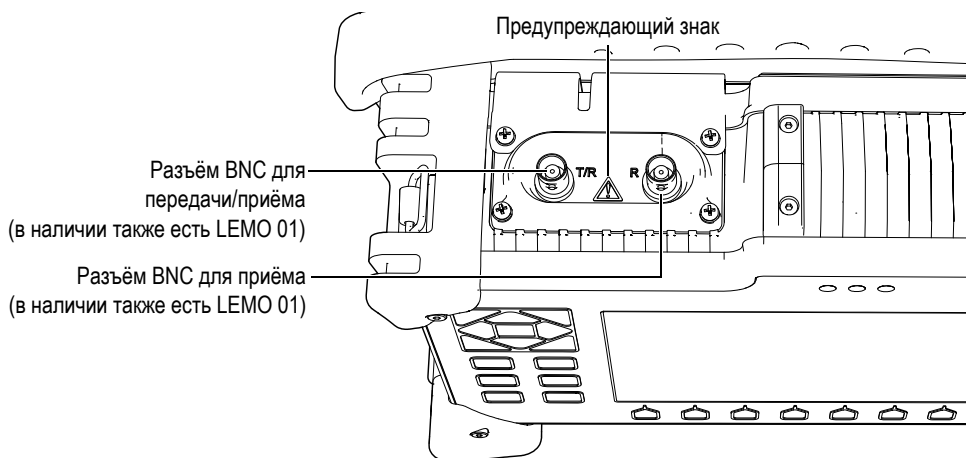

Рис. 1-7 Местоположение разъёмов для подключения традиционных УЗ-преобразователей
Разъёмы для подключения традиционных УЗ-преобразователей находятся на верхней панели прибора слева. Они легко доступны со стороны передней панели прибора (см. Рис. 1-7 на стр. 28).
Не дотрагивайтесь до внутреннего контакта разъёмов BNC (или LEMO®) во избежание удара током. На внутреннем контакте может присутствовать напряжение до 475 В. Предупреждающий знак между разъёмами BNC приёма/передачи (T/R) и приёма (R), показанный на Рис. 1-7 на стр. 28, указывает на опасность поражения электрическим током.